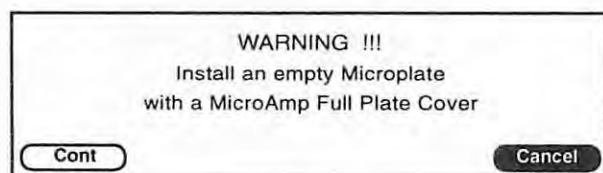

Fig. 1-10 WARNING 画面
2. WARNING 画面(Fig.1-10)が現れますので、MicroAmp® 96-well reaction plate とフルプレートカバーをヒートブロックセットして **F1** -Contを押してください。